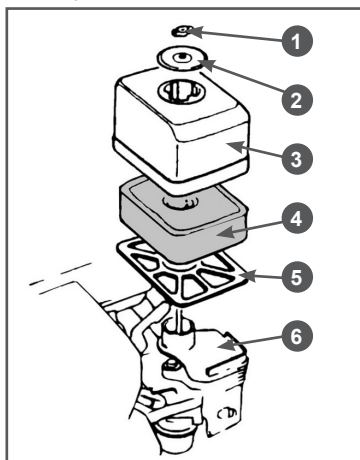

Рис. 24 Обслуживание воздушного фильтра (один поролоновый фильтрующий элемент)
1. Открутите барашковую гайку 1, снимите шайбу 2 и крышку 3 воздушного фильтра в сборе с фильтрующим элементом 4 и сепаратором 5 (Рис. 24).
2. Извлеките из крышки 3 сепаратор 5 и фильтрующий элемент 4 (Рис. 24)
4. При незначительном загрязнении промойте поролоновый фильтрующий элемент 4 (Рис. 24) теплым мыльным раствором и просушите. Поврежденный или сильно загрязненный поролоновый фильтрующий элемент замените.